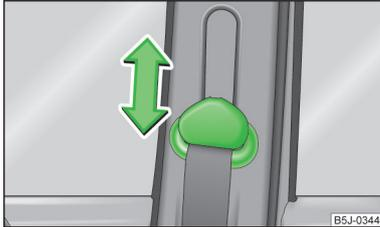

Abb. 7
- Den Umlenkbügel drücken und in die gewünschte Richtung nach oben oder unten schieben » Abb. 7.